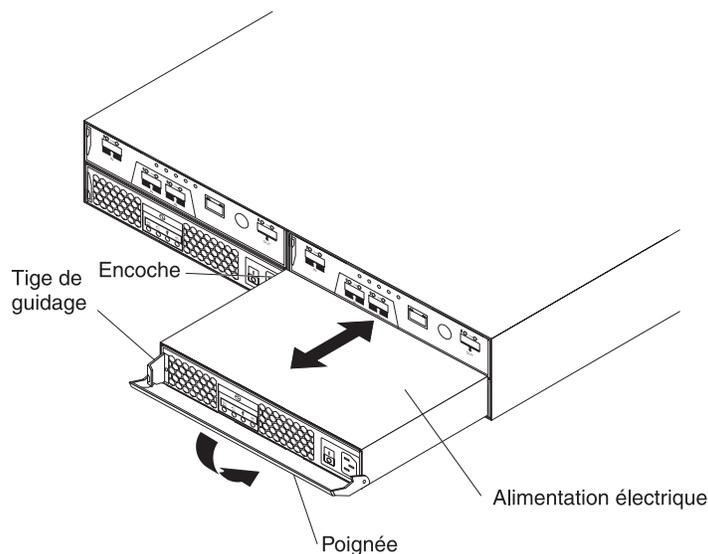

Figure 66. Remplacement d'une alimentation électrique
Pour remplacer une alimentation électrique, procédez comme suit. La figure 66, à la page 109 explique comment retirer une alimentation et mettre en place une nouvelle.
11. Tirez lentement sur la poignée pour l'écarter du boîtier et extraire l'alimentation électrique, comme illustré dans la figure 66.